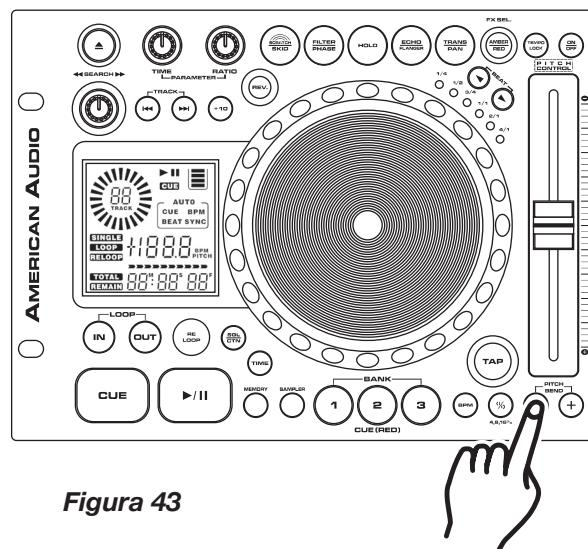

Figura 43
El BOTÓN (+) PITCH BEND (26) se utiliza para aumentar la velocidad de reproducción de una pista mientras que el BOTÓN (-) PITCH BEND (26) sirve para reducirla. La proporción en que cambia la velocidad guarda relación con la cantidad de tiempo durante el cual se mantiene presionado el botón. Por ejemplo, si el BOTÓN PITCH BEND (+) (26) se mantiene constantemente presionado, como se indica en la figura 43, la velocidad del disco aumentará y lo seguirá haciendo hasta que alcance un aceleración máxima de 100%. Al soltar el BOTÓN PITCH BEND (+) (26), la velocidad del disco volverá automáticamente al valor previo.
4. RUEDA DE BÚSQUEDA (JOG WHEEL) (20)